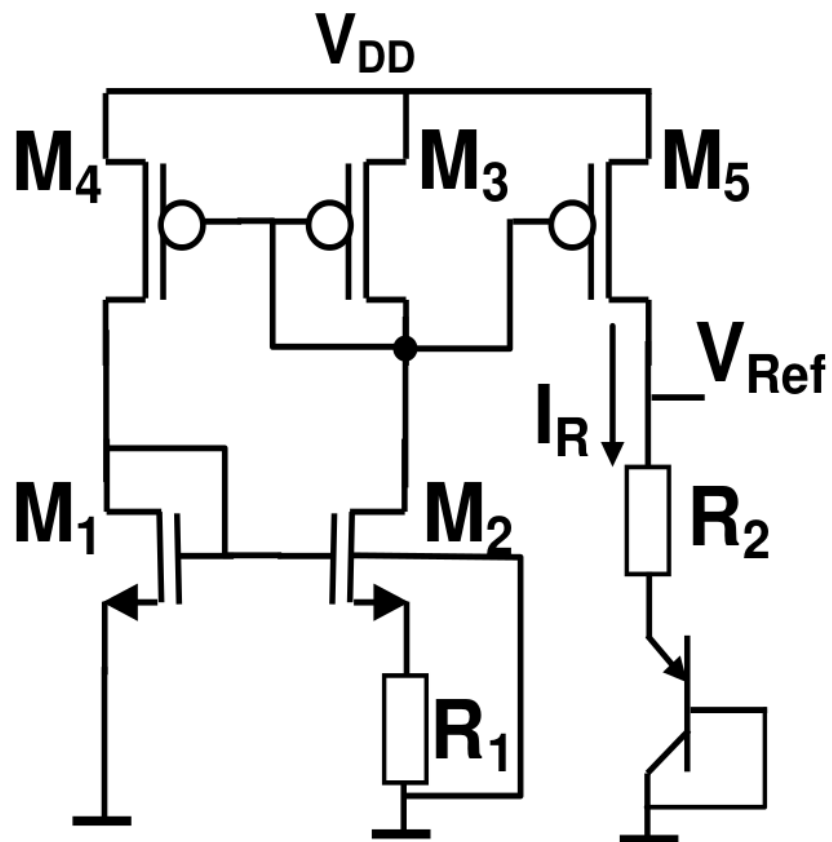

Figura 20: Fonte de tensão de referência.
Um circuito que realiza semelhante soma é apresentado na Figura 20.
25. *Projete uma fonte de tensão de referencia similar a da Figura 20, mas utilize a fonte de corrente que você projetou (questão 15). Na fonte de tensão faça com que a corrente do bipolar seja igual à corrente que passa pelo resistor R_1 (Figura 20). O valor de R_2 deve ser ajustado para